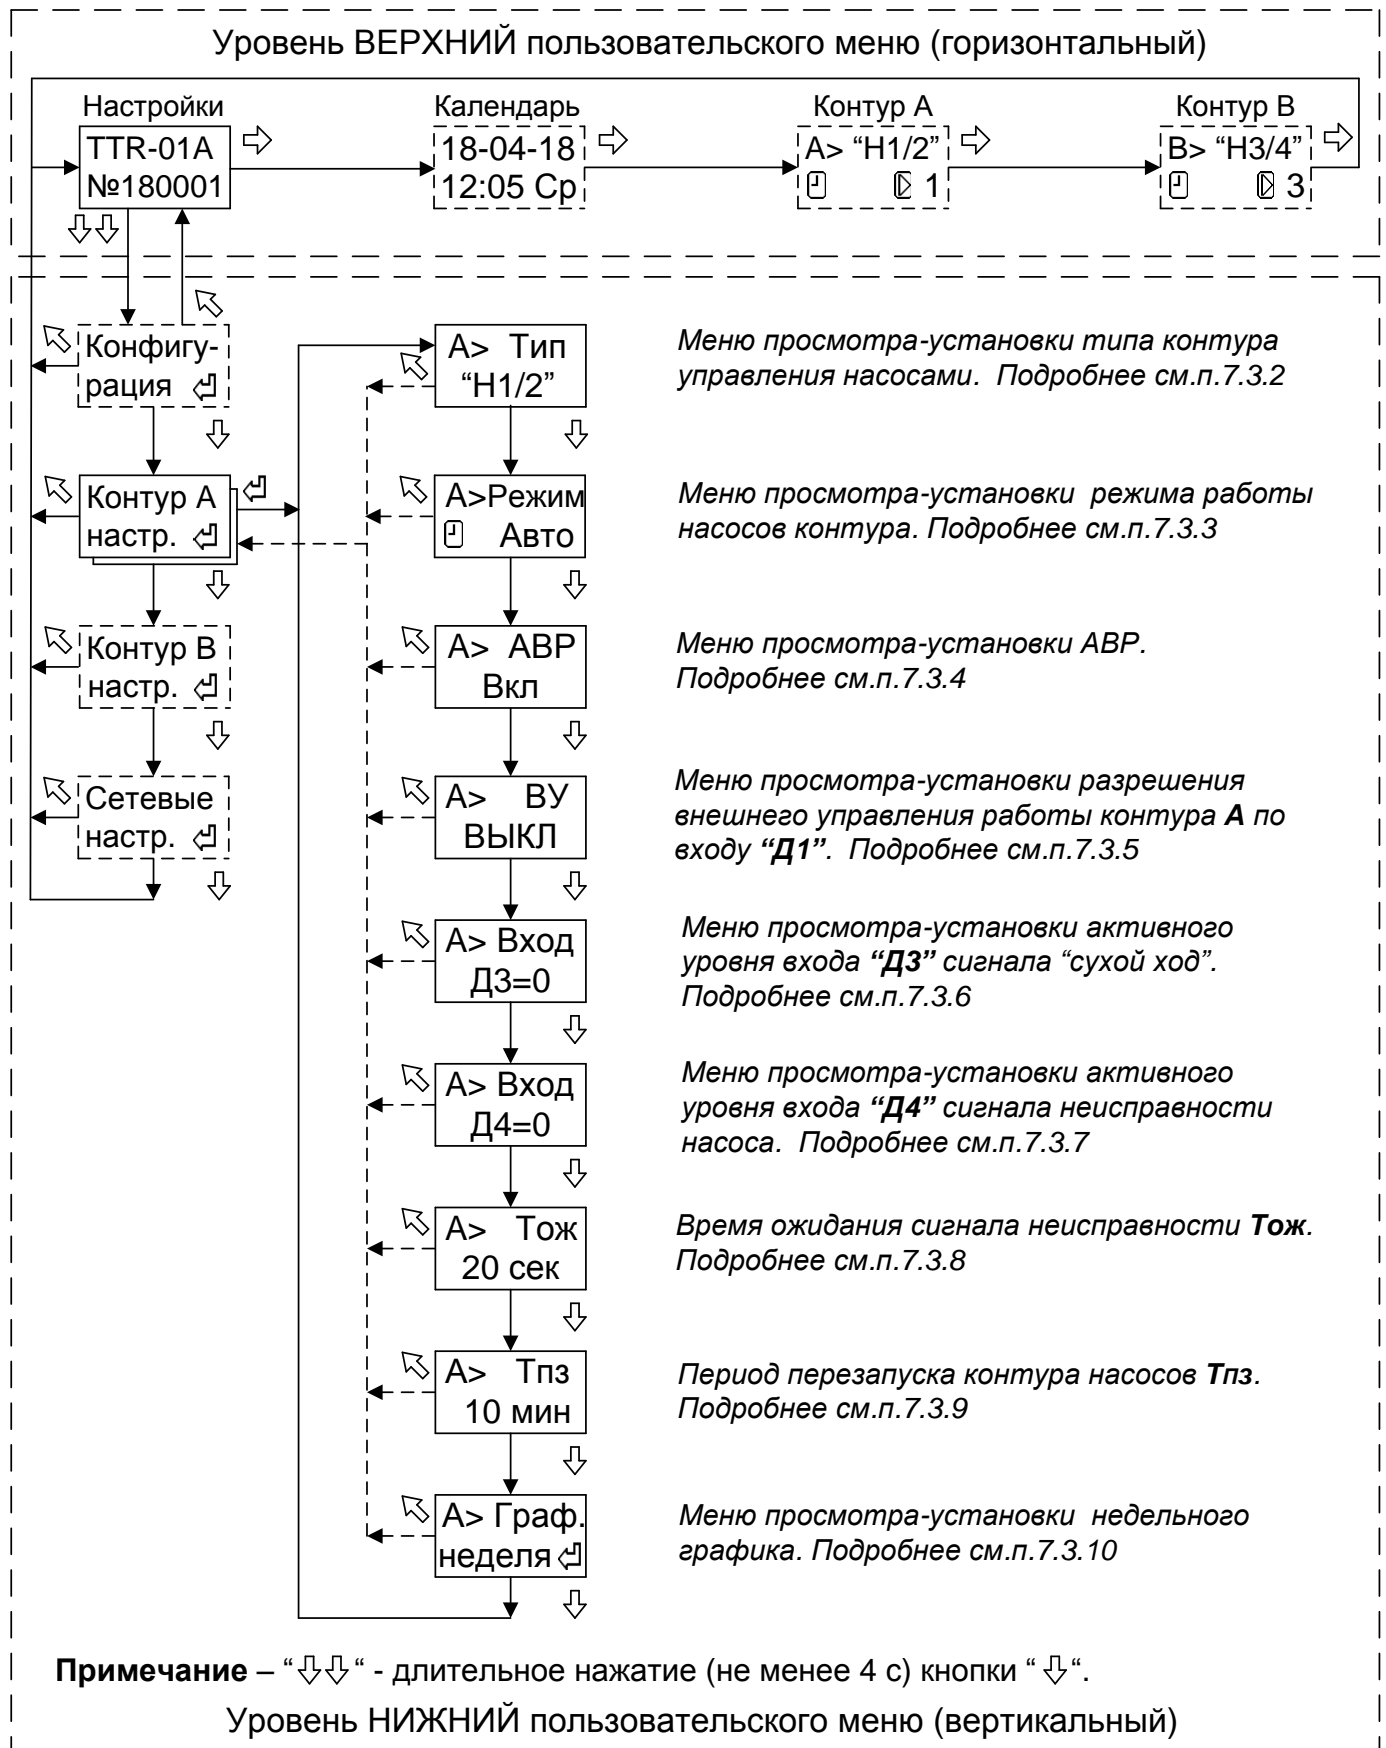

Рисунок 5 - Структура меню настройки параметров управления насосами контура А.
7.3.5 Вход в меню просмотра-установки параметра **ВУ** разрешения внешнего управления работы контура насосов производится при нажатии кнопки “↵” (см. рисунок 5 и 6). Внешний вид окна меню приведён ниже.
7.3.6 Вход в меню просмотра-установки параметра активного уровня сигнала от датчиков по входу “Д3”...“Д6” производится при нажатии кнопки “↵” (см. рисунок 5 и 6). Внешний вид окна меню приведён ниже.
7.3.7 Вход в меню просмотра-установки параметра времени ожидания сигнала неисправности **Тож** производится при нажатии кнопки «↵» (см. рисунок.5 и 6).
7.3.8 Вход в меню просмотра-установки параметра периода перезапуска **Тпз** контура насосов производится при нажатии кнопки «↵» (см. рисунок 5 и 6).
7.4.1 Вход в меню просмотра-установки временного графика работы насосов контура производится при нажатии кнопки “↵” (см. рисунок 5 и 6).